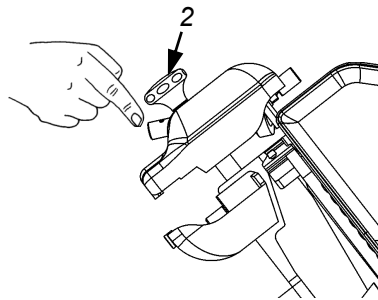

Abb. 44
- den Druckknopf 2 (Abb. 44) drücken, das Schneideblatt zwischen den Schleifscheiben ungefähr 30/40 Sek. drehen lassen, bis sich auf der Klinge ein leichter Grat bildet;